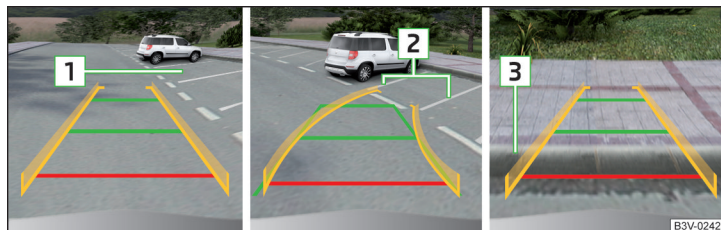

Fig. 279 Affichage à l'écran
- Avancez lentement vers la place de stationnement choisie **1** » fig. 279 et arrêtez le véhicule.